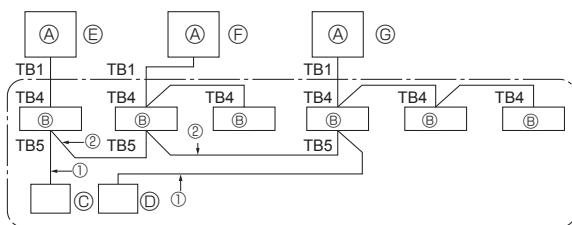

Fig. 9-1
- ① Включите питание (автоматическим выключателем).
- ② После закрытия запорного крана газа установите переключатель SWP на пульте управления наружного прибора в положение ON. Компрессор (наружный прибор) и вентиляторы (внутренний и наружный приборы) начинают работать, и начинается процедура восстановления хладагента. На пульте управления наружного прибора горят индикаторы LED1 и LED2.
- ③ Устанавливайте переключатель SWP (кнопочного типа) в положение ON только при выключенном приборе. Однако даже если прибор остановлен, но переключатель SWP установлен в положение ON менее чем через три минуты после остановки компрессора, процедура восстановления хладагента не может быть выполнена. Подождите три минуты с момента остановки компрессора, и затем вновь установите переключатель SWP в положение ON.
- ④ Поскольку прибор автоматически останавливается через приблизительно две-три минуты после процедуры восстановления хладагента (индикаторы LED1 и LED2 горят), необходимо быстро закрыть запорный клапан газа. Пока индикаторы LED1 и LED2 горят и наружный прибор остановлен, полностью откройте запорный клапан жидкости и через три минуты повторите шаг ②.
- ⑤ Отключите питание (автоматическим выключателем).
9. Управление системой (Fig. 9-1)